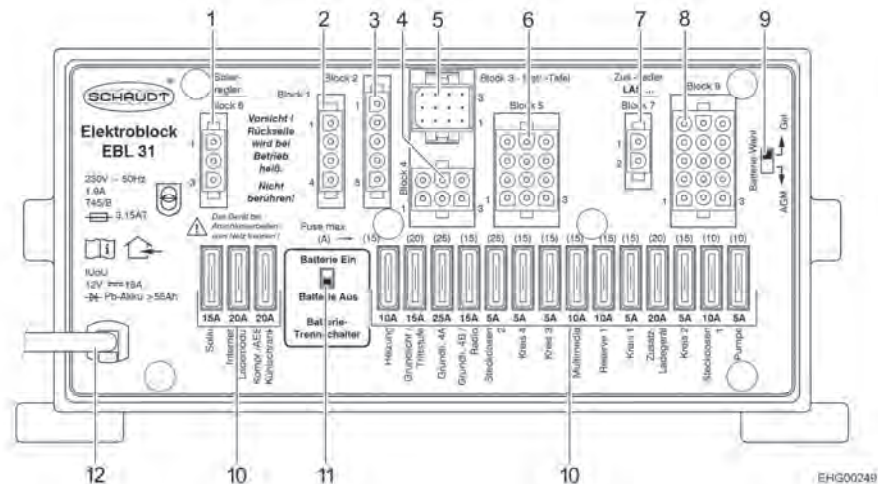

Bild 78 Elektroblock (EBL 31)
- ▷ Um **alle** elektrischen 12-V-Verbraucher von der Spannungsversorgung zu trennen und eine Entladung der Wohnraumbatterie zu vermeiden, Batterie-Trennschalter (**Bild 78,11**) am Elektroblock auf "Batterie Aus" stellen.
- ▷ Verbraucher wie Ladegerät, Solar-Laderegler, Panel oder Ähnliches entnehmen Strom von der Batterie, auch wenn der 12-V-Hauptschalter am Panel (Bild 79,6) ausgeschaltet ist. Deshalb den Batterie-Trennschalter (Bild 78,11) am Elektroblock auf "Batterie Aus" stellen, wenn das Fahrzeug längere Zeit nicht benutzt wird.